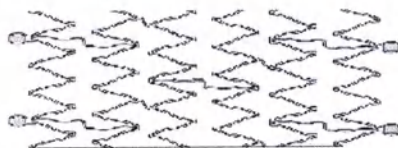

Рисунок 2 – Нитиноловый стент
- Вживляемый саморасправляющийся стент из сплава никеля и титана (нитинол), изображенный на рисунке Рисунок 2. Стент представляет собой гибкий сетчатый протез из мельчайших трубок, со спиральной конструкцией, достигает своего естественного диаметра после внедрения в заданный сосуд. После внедрения стент оказывает внешне направленное радиальное действие на поверхность сосуда с целью обеспечения проходимости.